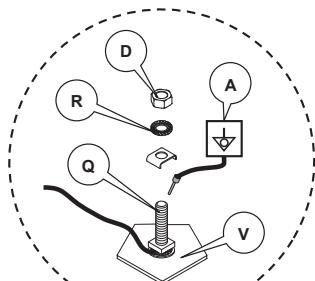

FIGURA 2
Con una llave fija de 7 mm conecte el cable del circuito equipotencial del local (A) al bastidor de la bañera (V), con una tuerca cuadrada M5 (Q), una arandela dentada (R) y una tuerca hexagonal M5 (D), como indicado en la figura 2.